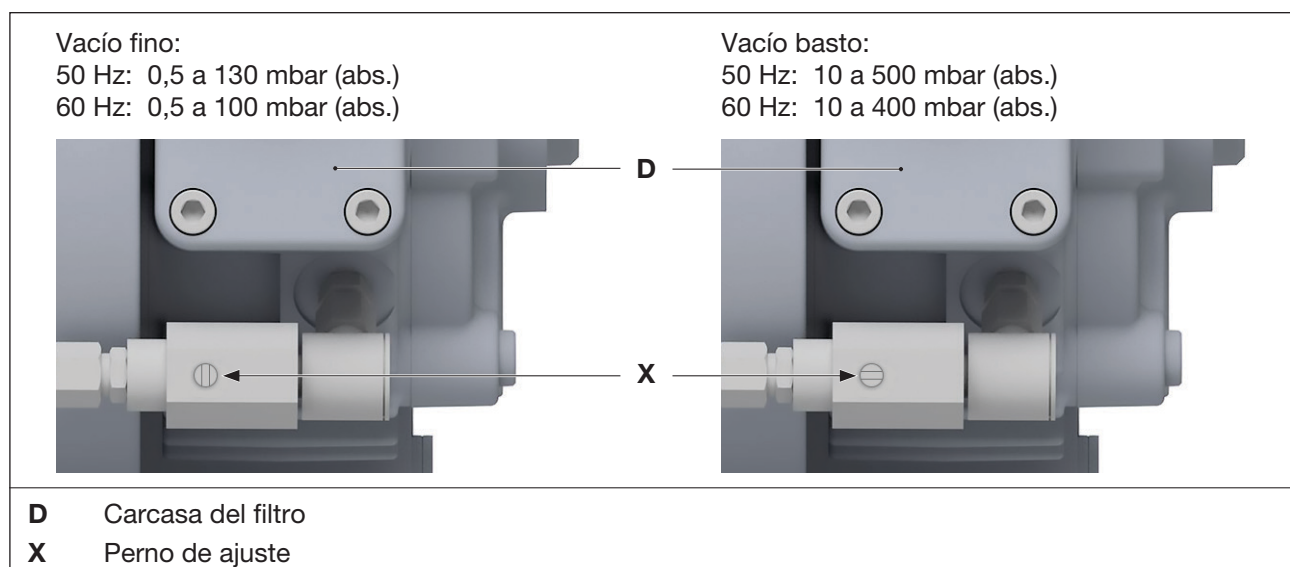

Fig. 5 Rango de funcionamiento ajustado para la versión VCE 25 (09)
- Ajuste el perno de ajuste (Fig. 5/X) con un destornillador al rango de funcionamiento deseado. Las posiciones para vacío fino y vacío basto se muestran en Fig. 5 .